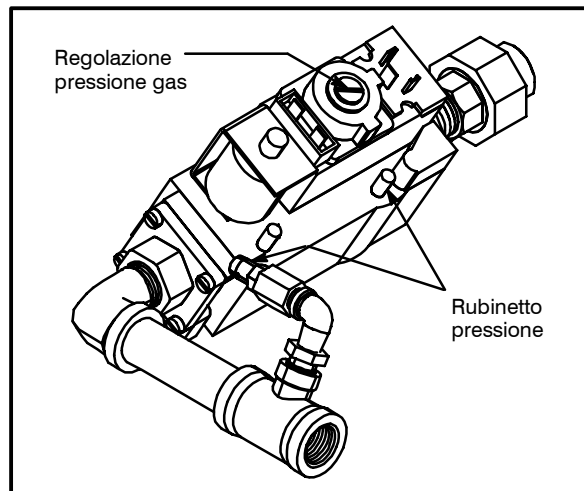

Figura 18
7. Se è necessario, regolare la pressione del gas ved. Figura 18.